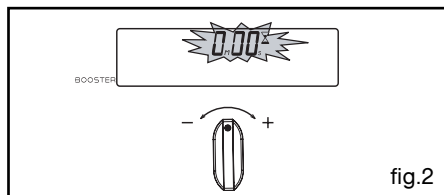

fig.2
- Ajustez le temps choisi en tournant le bouton de réglages vers + ou - (fig.2) jusqu'à obtenir la durée voulue (maxi 60 minutes).